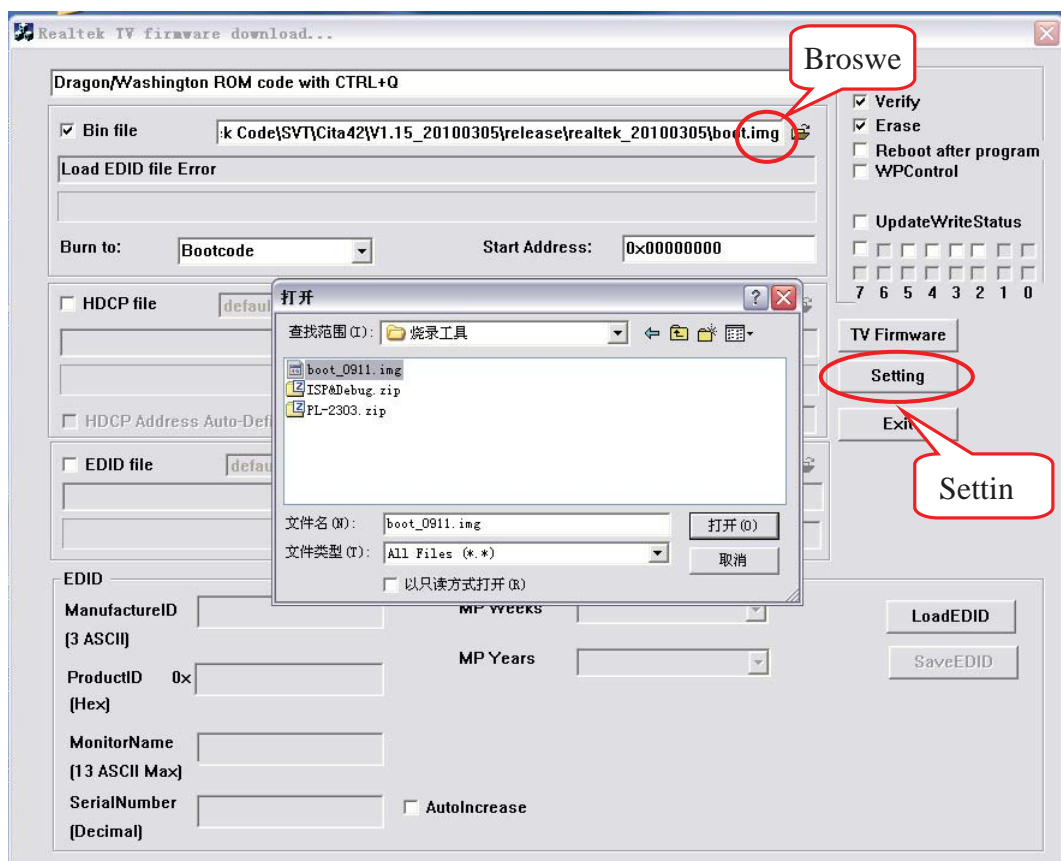

图 2.2
2.3、点击如图 2.2 “setting”，进入如下设置界面，“COM Port Selection”选择 1.3 所记之 COM 口号，点击“OK”确定；